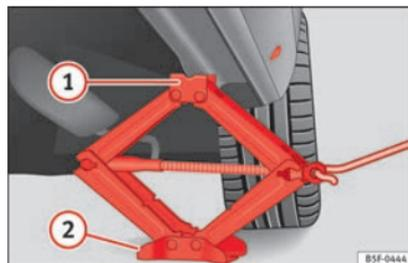

Fig. 187 Longherone: posizionamento del cric del veicolo.
- Ruotare il cric*, posto sotto il punto di appoggio del longherone, e sollevarlo finché la linguetta **1** » » » **fig. 187** non avrà raggiunto l'alloggiamento previsto.